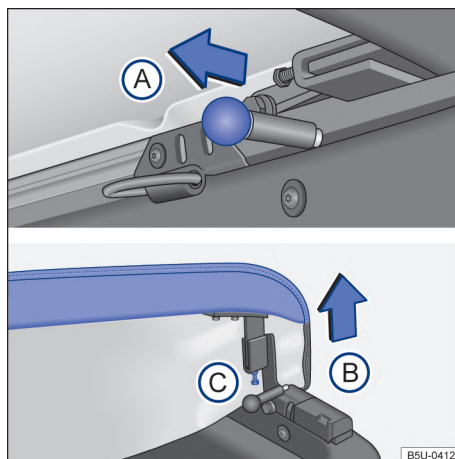

Fig. 48 Trabas y tornillo de ajuste del estiramiento de la capota marítima.
- Desplazar el perno de bloqueo → fig. 48 Ⓛ en el sentido de la flecha, en ambos lados, simultáneamente. ▶
- Desplazar el perno de bloqueo → fig. 48 **(A)** en el sentido de la flecha, en ambos lados, simultáneamente.